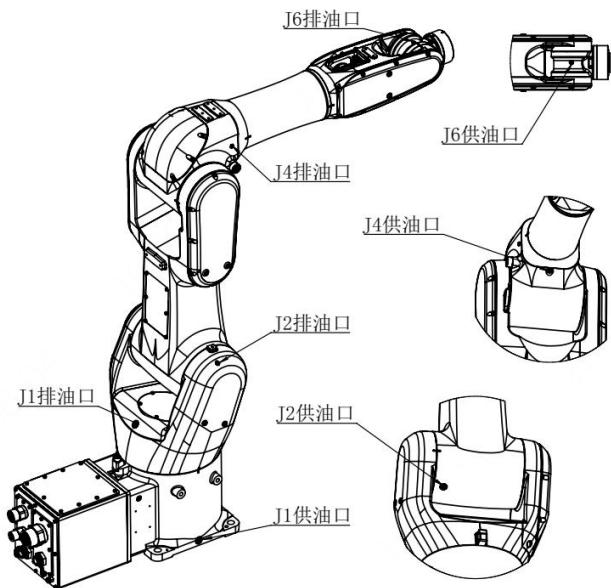

图 4-1 机器人注油口和排气口分布图
- 3) 拆下润滑脂供、排油口的内六角螺塞 M10×1 和堵头 M5P，见图 4-1。